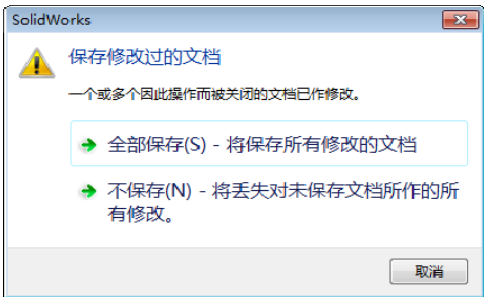

图 1-13 系统提示框
**注意：**如果在操作过程中执行了退出命令，或者没有对文件进行保存就执行退出命令，系统会弹出一个如图 1-13 所示的提示框。如果要保存文件并退出系统则选择【全部保存】。如果不保存并要退出系统则选择【不保存】。如果还要对文件继续操作则单击【取消】按钮，回到原操作界面。